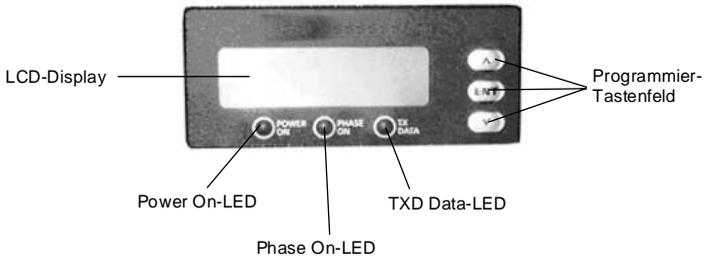

Abbildung 3.3 Teilansicht Display und Tastenfeld
Die VB34 Decoder-Trägereinheit verfügt über ein LCD-Display für Systemmeldungen und Menüs der Konfigurationssoftware. Die drei Tasten an der Seite des Displays dienen zur Navigation in den Menüs der Konfigurationssoftware (Abbildung 3.3).
- Power ON (rot) Zeit an, dass das Lesegerät eingeschaltet ist (Abbildung 3.3)
- Phase ON gelb Zeigt an, dass der Präsenzsensord aktiviert ist (Abbildung 3.3).
- TX Data (grün) Zeigt an, dass die primäre serielle Schnittstelle fehlerfrei Daten überträgt (Abbildung 3.3).